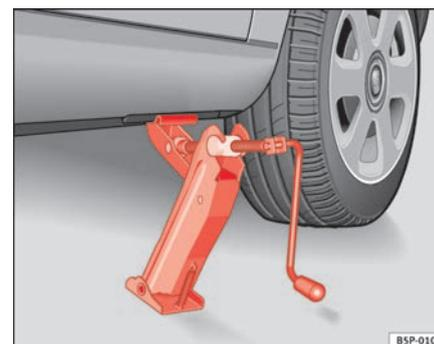

Fig. 157 Mise en place du cric
- Positionnez le cric de sorte que son crochet entoure le nerf du longeron inférieur et que la plaque mobile de sa base soit appuyée bien à plat sur le sol ⇒ page 247, fig. 157.